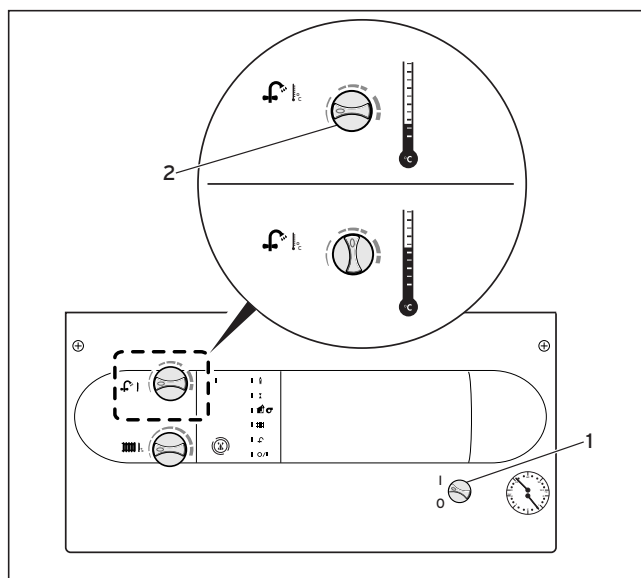

Fig. B.5: Préparation du niveau d'eau
- Tourner l'interrupteur principal (1) sur la position "I".
- Réglez le sélecteur de réglage de la température d'écoulement de l'eau l'eau chaude (2) sur la température souhaitée. La butée de gauche correspond à environ 35 °C, la butée de droite correspond à environ 65 °C.
⚠ Pour un degré de dureté de l'eau supérieur à 10 (1,79 mol/m³), placer le bouton tournant (2) au maximum sur la position centrale (Fig. B.5).